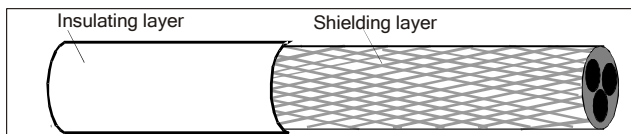

Abbildung 9-2 Kabelquerschnitt
- Die Mindestanforderungen an Motorkabel sind in Abbildung 9-2 dargestellt. Das Kabel enthält eine Schicht aus spiralförmig angeordneten Kupferstreifen. Je dichter die Abschirmschicht ist, desto wirksamer werden elektromagnetische Störungen unterdrückt.
- Um die Abstrahlung und Übertragung von Hochfrequenzstörungen (HF) wirksam zu begrenzen, muss das abgeschirmte Kabel eine Leitfähigkeit aufweisen, die mindestens ein Zehntel derjenigen des Phasenleiters beträgt. Diese Anforderung kann durch eine Abschirmung aus Kupfer oder Aluminium gut erfüllt werden.